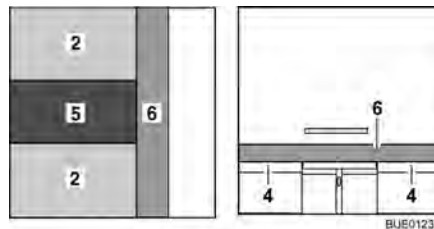

Bild 90 Efter ombyggnaden
- Lägg extradynan (Bild 90,5) på bordet.
- Placera den extra dynan (Bild 90,6) på sänglådornas förlängning (Bild 90,4).